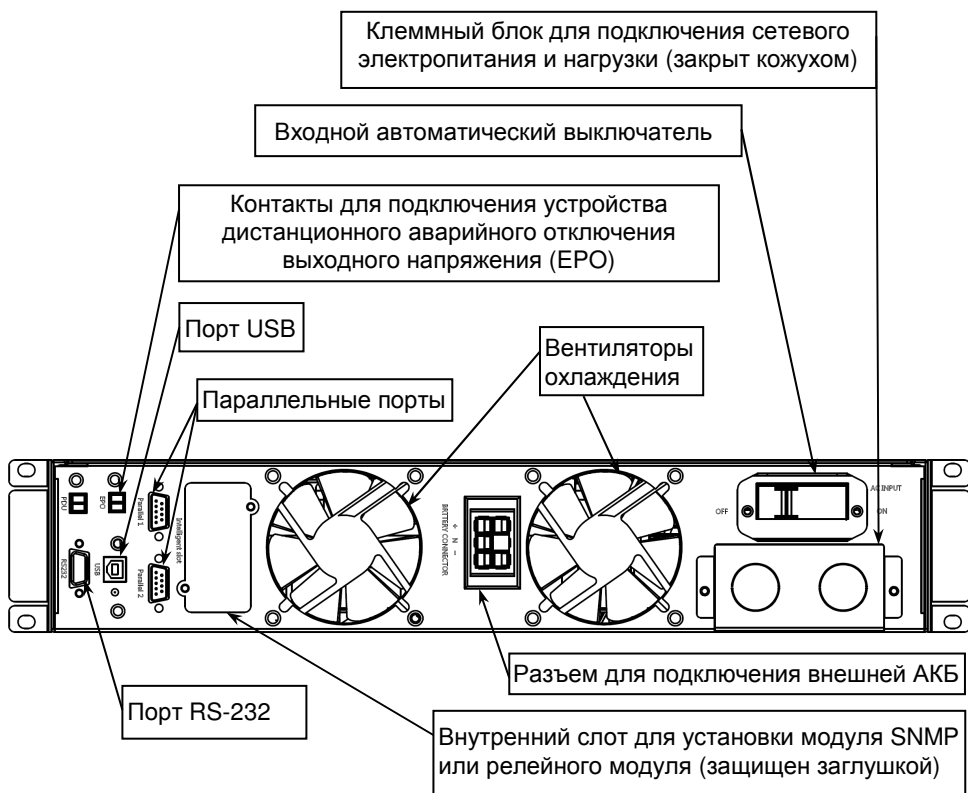

Рисунок 2 — Общий вид задней панели изделия.
На задней панели изделия расположены: клеммный блок для подключения цепи заземления, сетевого напряжения электропитания и нагрузки, разъём для подключения внешней аккумуляторной батареи, вентиляторы охлаждения и разъёмы коммутационных портов (см. рисунок 2).
- Переведите выключатель АКБ (SF) во включенное положение.
- Включите входной автоматический выключатель, расположенный на задней стенке корпуса изделия (см. рисунок 2):